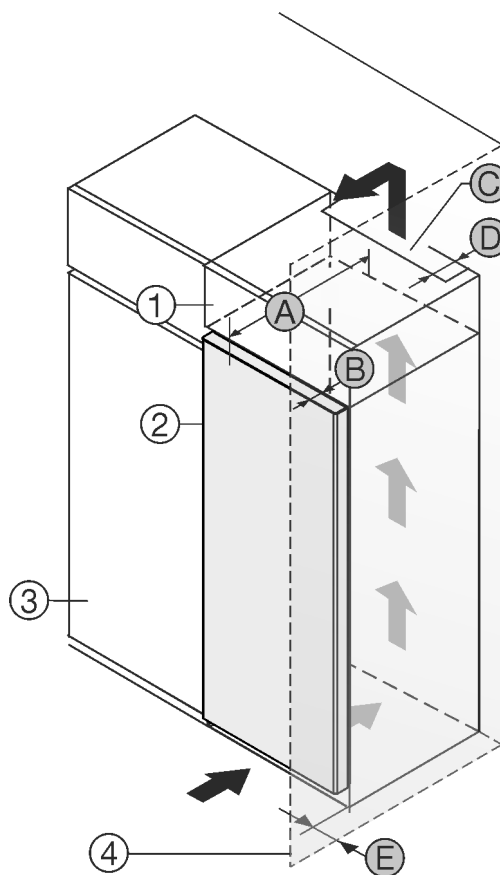

Fig. 1
- (1) Nadstavná skrinka*
- (2) Zariadenie*
- (3) Kuchynská skriňa*
- (4) Stena*
- (A) Hĺbka zariadenia*
- (B) Hĺbka dvier*
- (C) Prierez vetracieho otvoru*
- (D) Vzďialenosť zadnej strany zariadenia*
- (E) Vzďialenosť od boku zariadenia*
Zariadenie môžete inštalovať priamo vedľa kuchynskej skrine Fig. 1 (3).
Na zadnej strane nadstavnej skrine musí byť vetracia šachta s hĺbkou Fig. 1 (D) cez celú šírku nadstavnej skrine.*
Pod stropom miestnosti sa musí dodržať prierez vetracieho otvoru Fig. 1 (C).*
Ak zariadenie nainštalujete so závesmi vedľa steny Fig. 1 (4), tak vzďialenosť medzi zariadením a stenou musí byť minimálne 13 mm.*
Ak zariadenie nainštalujete so závesmi vedľa steny Fig. 1 (4), tak vzďialenosť medzi zariadením a stenou musí byť minimálne 20 mm.*
Aby ste mohli dvere úplne otvoriť, zariadenie musí vyčnievať o hĺbku dvier Fig. 1 (B) prednej časti kuchynskej skrine. V závislosti od hĺbky kuchynských skriň Fig. 1 (3) a použitia dištančných držiakov na stenu môže zariadenie prečnievať ešte viac.*